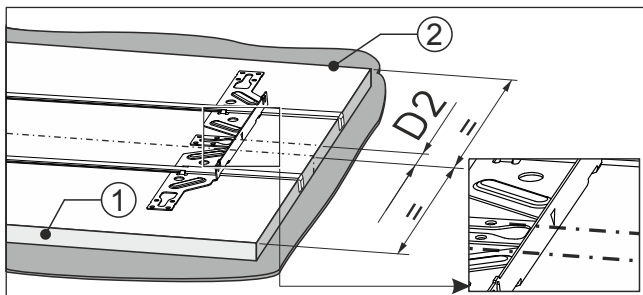

Fig. 92
- ▶ Kiinnityspalkin merkki on merkin Fig. 92 (D2) päällä.